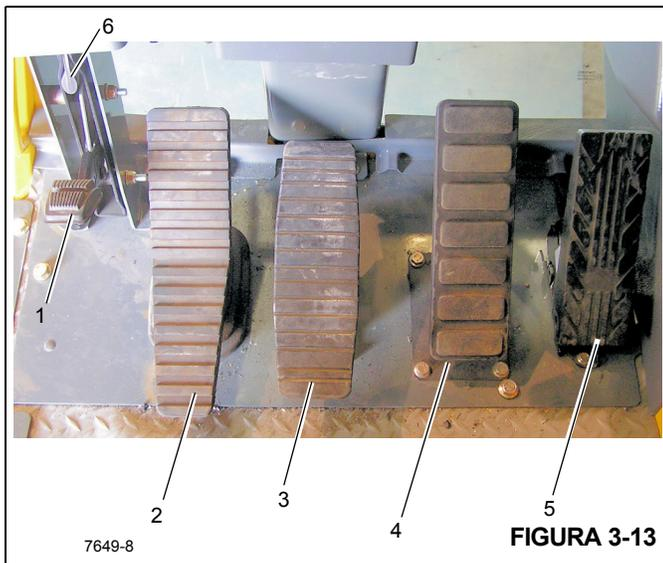

Figura 3-13 Números dos itens
O pedal da trava contra giro (1, Figura 3-13) está localizado no lado esquerdo do piso da cabine do guindaste. O pedal do freio é usado para ativar a trava contra giro e manter momentaneamente a plataforma rotativa na posição. Para liberar a trava contra giro, puxe para cima a Alavanca de liberação da trava contra giro (6).
O Pedal do freio de giro (2, Figura 3-13) localiza-se no lado esquerdo do piso da cabine. O Pedal do freio de giro é usado para acionar o freio de giro para diminuir a velocidade do ou interromper o movimento de giro. A frenagem é proporcional ao pressionamento do pedal. Com o pedal não pressionado e a válvula de controle do freio de giro desengatada, a pressão hidráulica é aplicada ao freio vencendo a pressão da mola e soltando o freio. Pressionar o pedal aciona a válvula do freio de giro a vácuo para aplicar pressão no conjunto do freio. Essa pressão auxilia a pressão da mola a vencer a pressão hidráulica aplicada no circuito de liberação do freio e aplica o freio de mola de acordo com a pressão da válvula do freio de giro a vácuo.
O pedal de controle do telescópio, equipado com guindastes em um gincho auxiliar, (3, Figura 3-13), está localizado no lado esquerdo do piso da cabine. Empurrar a parte superior do pedal para frente estenderá a lança e empurrar a parte inferior do pedal para baixo retrainá a lança.
O Pedal do freio de serviço (4, Figura 3-13) é o segundo pedal no piso da cabine a partir da direita. Pressionar o pedal controla o acionamento dos freios de serviço.
O Pedal do acelerador (5, Figura 3-13) está localizado abaixo do módulo do mostrador do RCL (Limitador de capacidade nominal), no piso. Ele é usado para controlar a velocidade do motor que aumenta ou diminui proporcionalmente com a pressão aplicada no pedal. O pedal é conectado eletricamente ao módulo de controle da superestrutura que envia o sinal ao ECM do motor através do data link J1939.